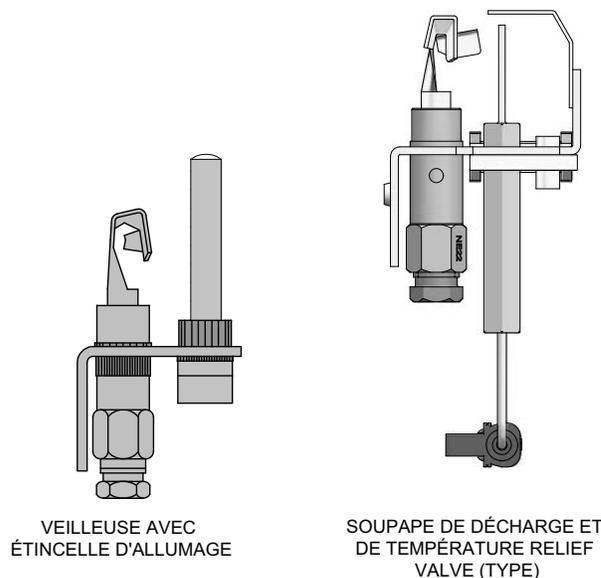

Figure 6-4 Veilleuse avec thermocouple et le dispositif d'allumage par étincelle
- Pendant que les brûleurs sont allumés, dévissez le raccordement du thermocouple de la vanne de gaz (Fig. 6-4) pour l'enlever du raccord.